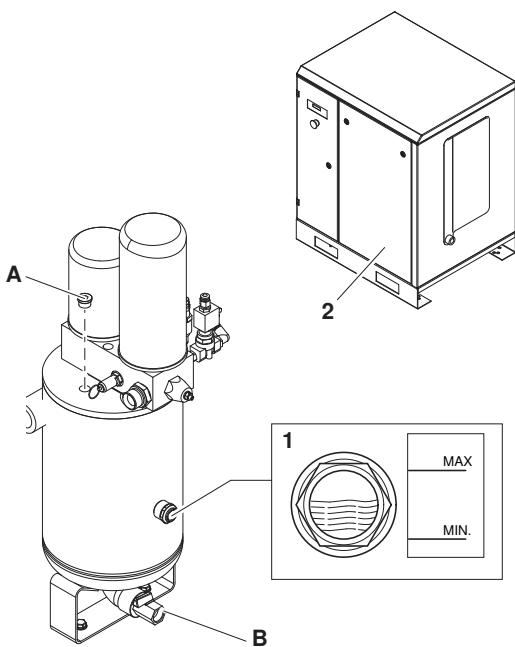

Рис. 6.1
- Убедиться в отсутствии скатого воздуха внутри масловоздушного ресивера: отвинтить кран А (см. рис.6.1) и полностью спустить воздух.
(см. рис. 6.1)
**Контроль масла и доливка при необходимости (см. рис. 6.1)**
(см. рис. 6.1)**